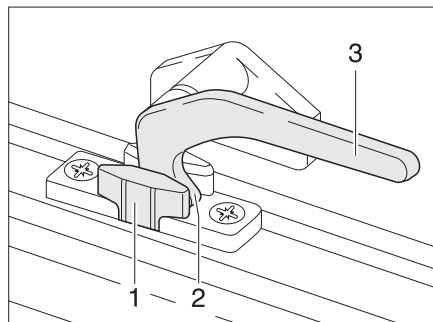

Bild 67 Verriegelungshebel in Stellung "Dauerbelüftung"
- in Stellung "Dauerbelüftung" (Bild 67)
- Den Verriegelungshebel (Bild 67,3) eine viertel Umdrehung zur Fenstermitte hin drehen.
- Den Verriegelungshebel wieder zurückdrehen. Die Verriegelungsnase (Bild 67,2) dabei in die Aussparung der Fensterverriegelung (Bild 67,1) einfahren.